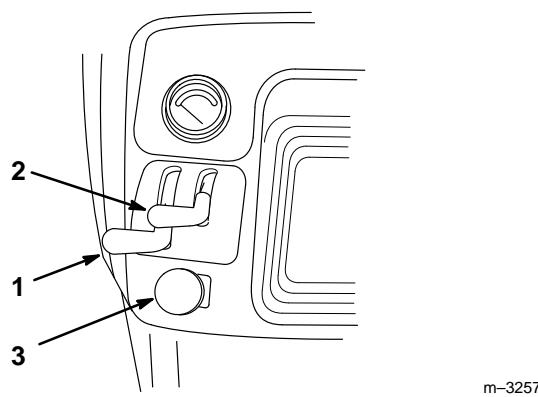

Abbildung 12
3. Den PTO-Schalter (Mähwerk) auf OFF stellen (Abb. 12).
4. Den Choke-Hebel auf ON stellen (wenn der Motor kalt ist) (Abb. 12).
5. Den Gashebel halb auf FAST stellen (Abb. 12).
7. Wenn der Motor angesprungen ist, den Choke-Hebel auf OFF stellen (Abb. 12). Wenn der Motor aussetzt oder stottert, den Choke-Hebel für ein paar Sekunden zurück auf ON stellen. Dann den Gashebel auf die gewünschte Position stellen. Diesen Vorgang nach Bedarf wiederholen.
1. Den Gashebel auf SLOW stellen (Abb. 12). Den Motor 10–30 Sekunden lang im Leerlauf laufen lassen.